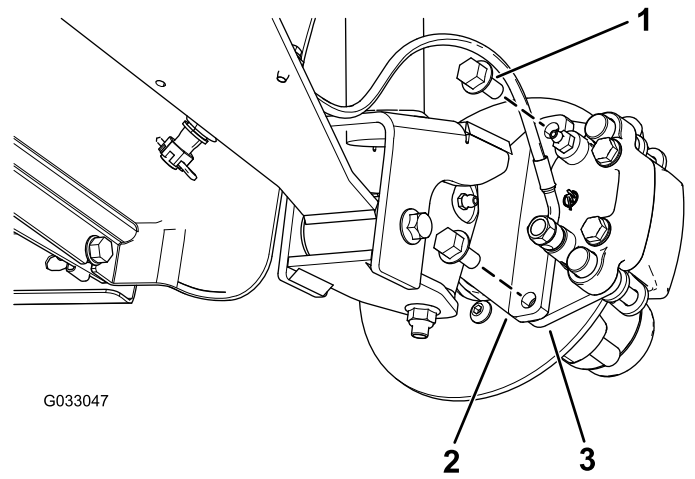
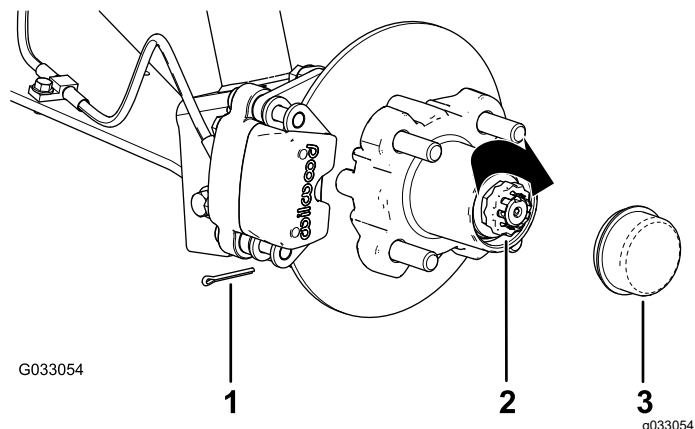

Figura 27
**Figura 31**
3. Retire os parafusos de cabeça 1/2a flangeada (3/8 x 3/4 pol.) que prendem o suporte para o conjunto dos travões ao eixo e afaste o travão do eixo (Figura 27).
1. Aplique uma leve camada do lubrificante especificado no eixo (Figura 31).
2. Monte o cubo e o rotor no eixo com o rotor interior (Figura 31).
3. Monte o rolamento exterior no eixo e coloque o rolamento na correia exterior (Figura 31).
4. Monte a anilha com patilha no eixo (Figura 31).
5. Enrosque a porca do eixo no eixo e aperte a porca com 15 N·m, enquanto roda o cubo para assentar o rolamento (Figura 31).
2. Alinhe as pastilhas dos travões com cada lado do rotor (Figura 27) e os orifícios no suporte da pinha com os orifícios na montagem dos travões da estrutura do eixo (Figura 31).
3. Prenda o suporte da pinha à estrutura do eixo (Figura 27) utilizando os dois parafusos de cabeça flangeada ( $\frac{3}{8} \times \frac{3}{4}$  pol.)